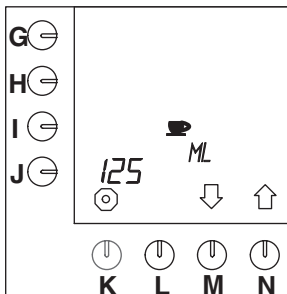

Fig. 34 Indhold af en kop
- Tryk på valgknappen (N.)↑, indtil fig. 34 vises i displayet.